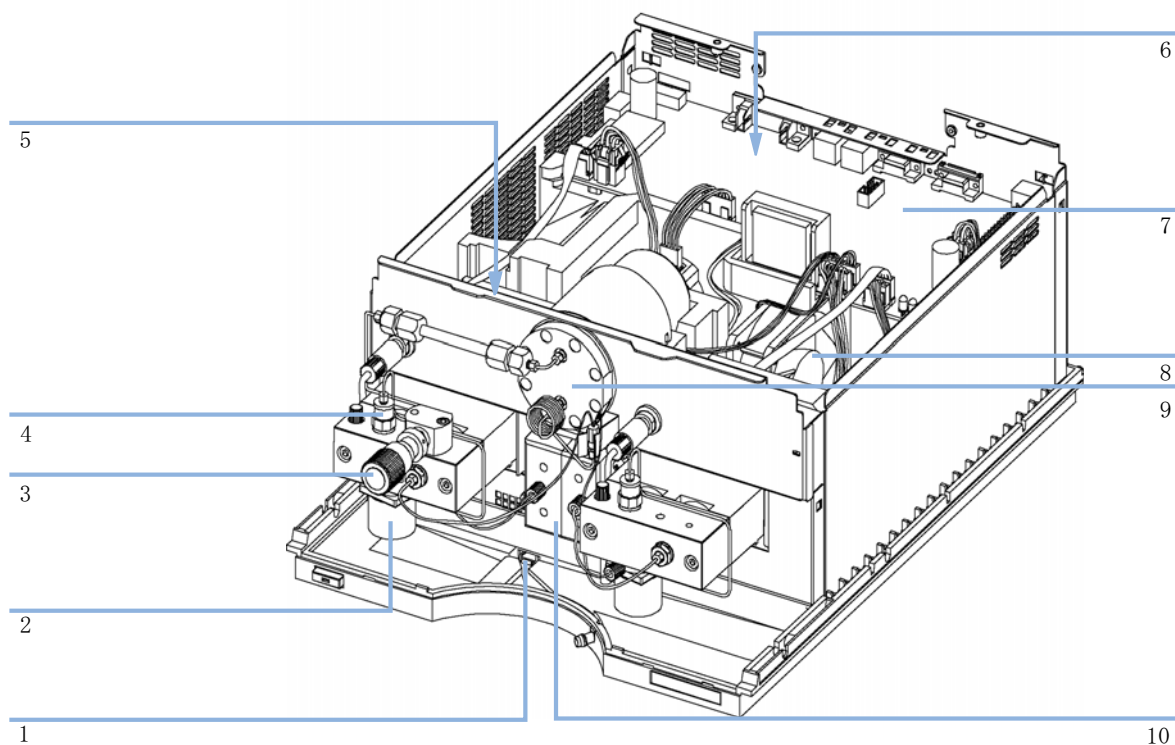

図 15 修理手順の概要
78 ページ 図 15 は、バイナリポンプのメインアセンブリを示します。ポンプヘッドとその部品は、頻繁なメンテナンス（シールの交換など）を必要としており、前面から簡単に修理が可能です（簡単な修理）。内部部品を交換する際は、スタックからモジュールを取り外し、上部カバーを開く必要があります。
- 2 アクティブインレットバルブ、「アクティブインレットバルブの交換」82 ページ 図 15 を参照してください